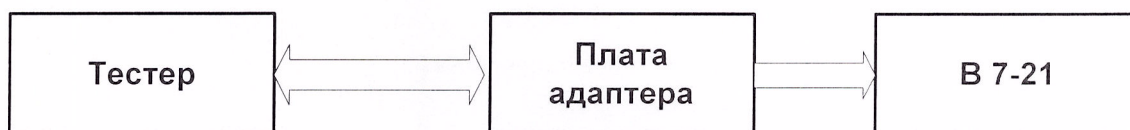

Рисунок 2. Схема поверки погрешности воспроизведения напряжения или силы постоянного тока на выводах тестера.
8.4.3 Определение погрешности воспроизведения напряжения постоянного тока на выводах тестера (Рисунок 2).
8.4.5 Определение погрешности воспроизведения силы постоянного тока PMU (Рисунок 2).